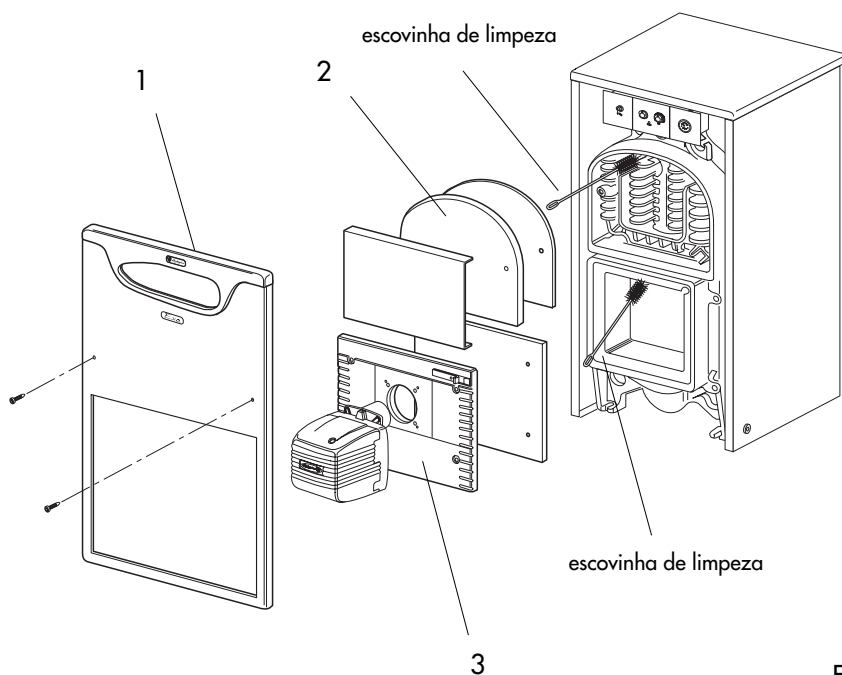

Fig. 8
- Retire os painéis 1, 2 e 3 (Fig. 8);